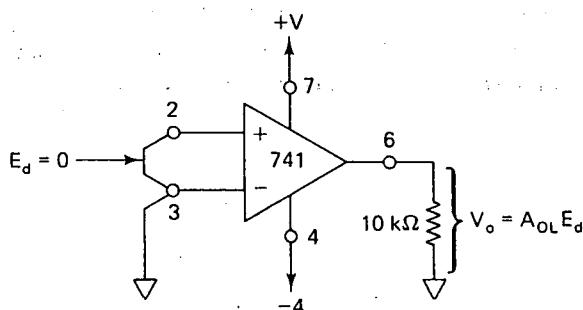

FIGURA LE2-1
- 2-1.** Los circuitos de este capítulo pueden armarse, probarse y utilizarse a manera de experimento de laboratorio. Sin embargo, recomendamos efectuar primero el experimento que se incluye en la figura LE2-1. Es evidente que el voltaje diferencial de entrada, E_d , es igual a cero. Desde el punto de vista matemático, la ecuación (2-2) predice que